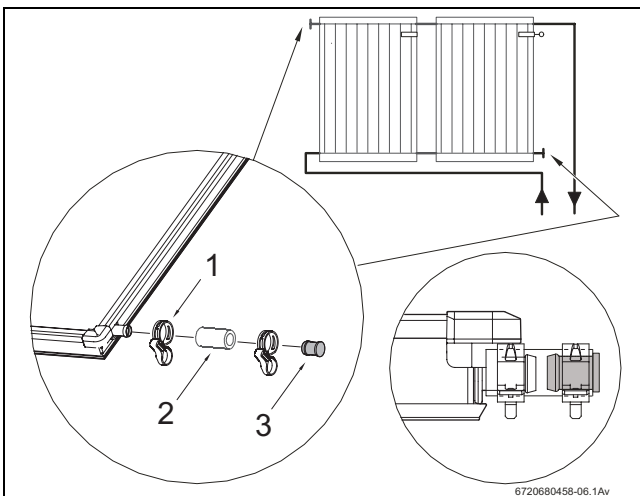

Рис. 31 Установка заглушек и пружинных хомутов
- ▶ Наденьте шланги 55 мм (рис. 31, [2]) с предварительно установленными в них заглушками на оба свободных штуцера поля коллекторов.